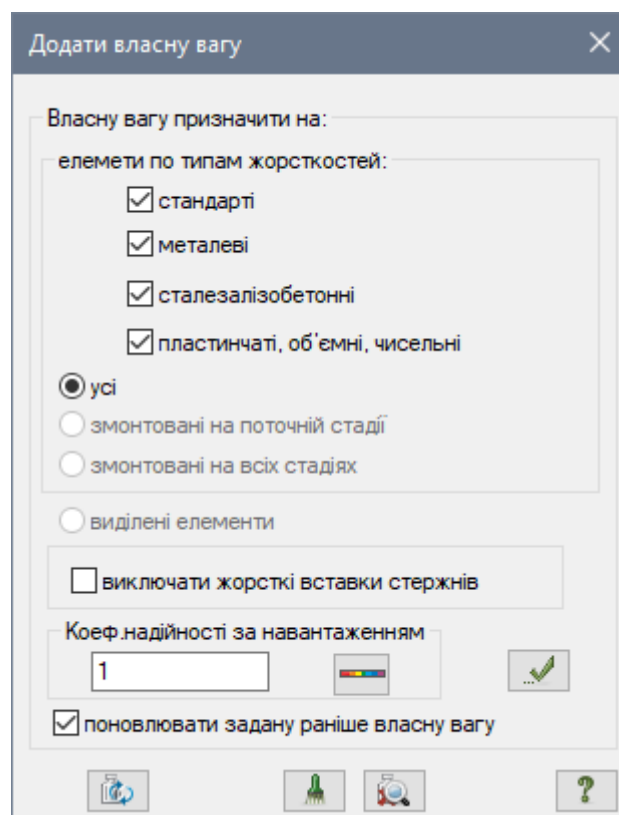

Рис. 22.15. Діалогове вікно **Додати власну вагу**
- Натисканням по кнопці  – **Додати власну вагу** (панель **Навантаження** на вкладці **Створення та редагування**) викличе діалогове вікно **Додати власну вагу** (рис. 22.15).